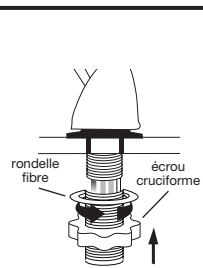

Figure 2
- ☐ Par dessous l'évier, glissez la rondelle en fibres de 1-1/2 po (3.8 cm) sur la base du robinet. Réinstallez l'extension filetée sur la base en serrant bien. Vissez l'écrou-étoile sur l'extension jusqu'à ce qu'il serre bien (Figure 2).